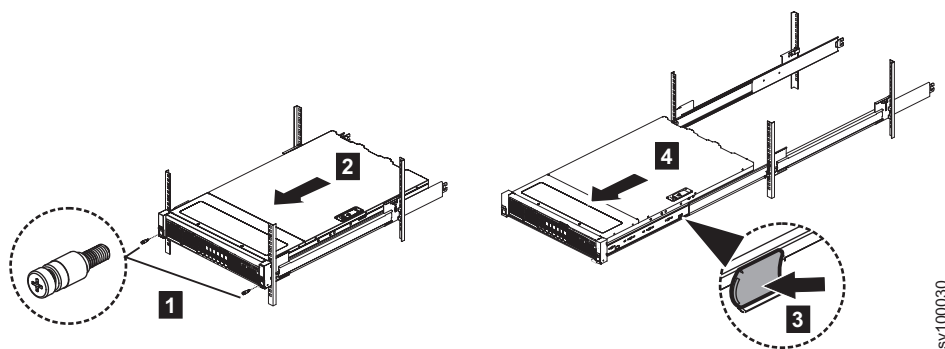

図 3. ラックからのノードの取り出しと前部ねじの取り外し
2. オプション: 図 3 に示すように、前部のねじを取り外し、ノードをスライドさせてラックから取り出します。